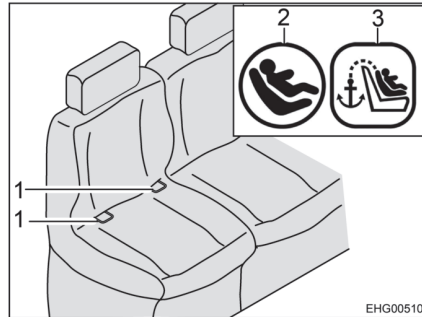
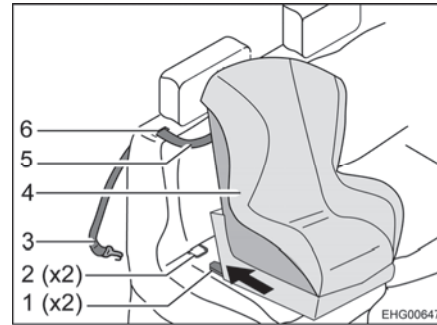

Bild 14 Sitz mit Isofix
Bild 15 Befestigung mit Top-Tether
- Top-Tether-Gurt (Bild 15,5) durch Schlitz (Bild 15,6) im Polster der Rückenlehne führen (neben der Kopfstütze).
- Befestigungshaken (Bild 15,3) am Ankerpunkt auf der Rückseite des Fahrzeugsitzes einhaken.
- Rastarme (Bild 15,1) in Haltebügel (Bild 14,1 und Bild 15,2) einrasten lassen. Dabei muss ein deutliches Klickgeräusch zu hören sein.
- Mit einem kräftigen Ruck kontrollieren, ob der Kindersitz (Bild 15,4) fest sitzt.